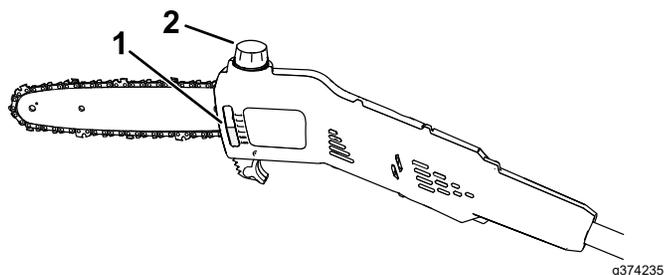

図 15
2. ウィンドウからオイルレベルをチェックする。オイルがウィンドウまで達しない場合は、必要に応じてバーとチェーンオイルを補充します (図 15)。
4. 燃料タンクのキャップ周りを清掃します (図 15)。
5. キャップを外し、バーとチェーンオイルをポールソーに注ぎ、タンクが一杯になるまで充填します (図 15)。